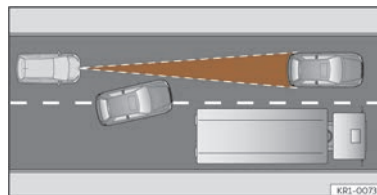

Fig. 144 Cambio de carril de un vehículo.
- Vehículos que cambien al carril por el que usted circula a poca distancia de su vehículo >>> **fig. 144.**